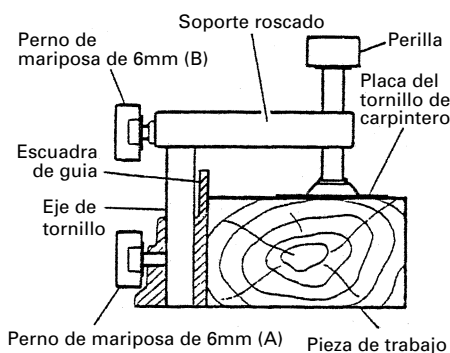

Fig. 24
- (1) El conjunto de tornillo de carpintero puede montarse en la escuadra de guía izquierda (escuadra de guía (B)) o bien en la escuadra de guía derecha (escuadra de guía (A)) aflojando el perno de orejas de 6mm (A).
- (2) El portatornillo puede elevarse o bajarse de acuerdo con la altura de la pieza de trabajo aflojando el perno de orejas de 6mm (B). Después del ajuste, apriete firmemente el perno de orejas de 6mm (B) y fije el portatornillo.
- (3) Gire la perilla superior y fije firmemente la pieza de trabajo en su lugar (Fig. 24).